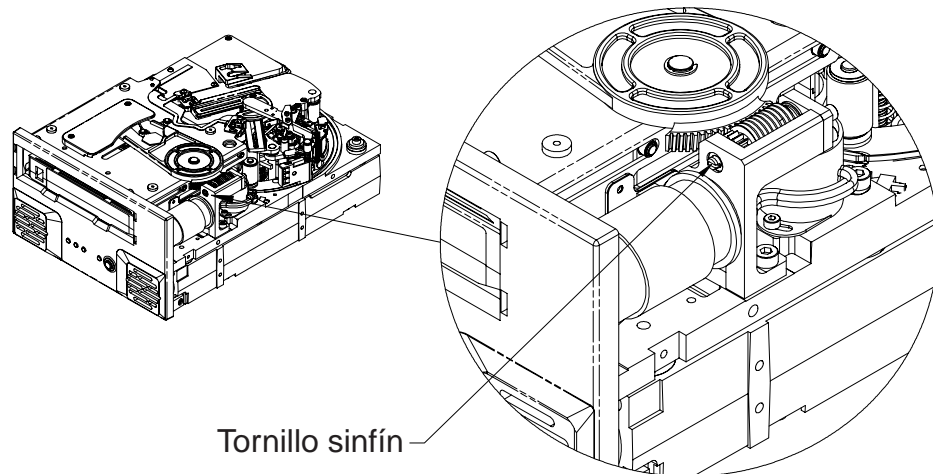

Figura 22. Diagrama de la unidad Viper 200 con el tornillo sinfín
13. Con un destornillador de paleta gire el tornillo sinfín en sentido contrario a las agujas del reloj (hacia la izquierda). La Figura 22 ilustra la ubicación del tornillo sinfín. Así gradualmente se desplazará hacia arriba el elevador del cartucho y hará que el cartucho se deslice parcialmente hacia afuera de la unidad.